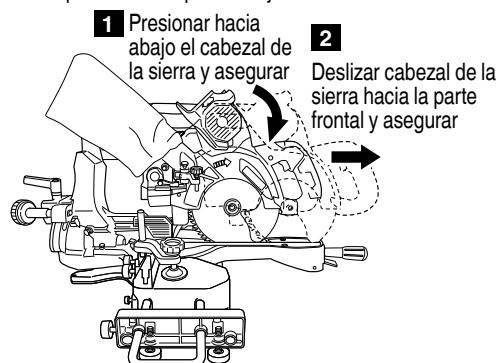

Fig. 54
- (2) Aseguramiento de cable (Fig. 54, 55)
- ① Presione hacia abajo el cabezal de la sierra y asegúrelo en su sitio con el pasador de bloqueo.
② Deslice el cabezal de la sierra hasta que entre en contacto con la parte frontal y asegure el cabezal con el perno de mariposa de fijación deslizante.